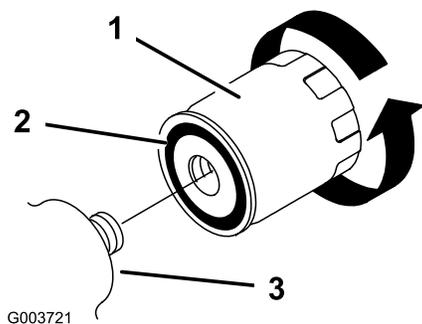

Рисунок 31
5. Снимите старый фильтр (Рисунок 31) и начисто протрите поверхность прокладки адаптера фильтра.
6. Нанесите тонкий слой гидравлической жидкости на резиновую прокладку нового фильтра (Рисунок 31).
7. Установите новый гидравлический фильтр в адаптер фильтра (Рисунок 31). Поверните гидравлический фильтр по часовой стрелке, пока резиновая прокладка не соприкоснется